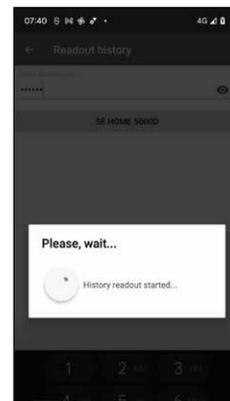

Abb. 129
⑦ Die Historie-Daten werden nun aus dem Zylinder abgerufen und in der App als Protokolldatei abgelegt (Abb. 129).